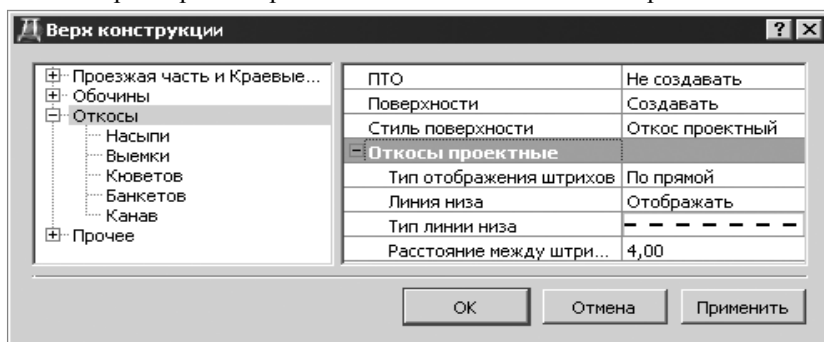

Рис. 24.5
- Параметры поверхности по откосам показаны на рис. 24.5.